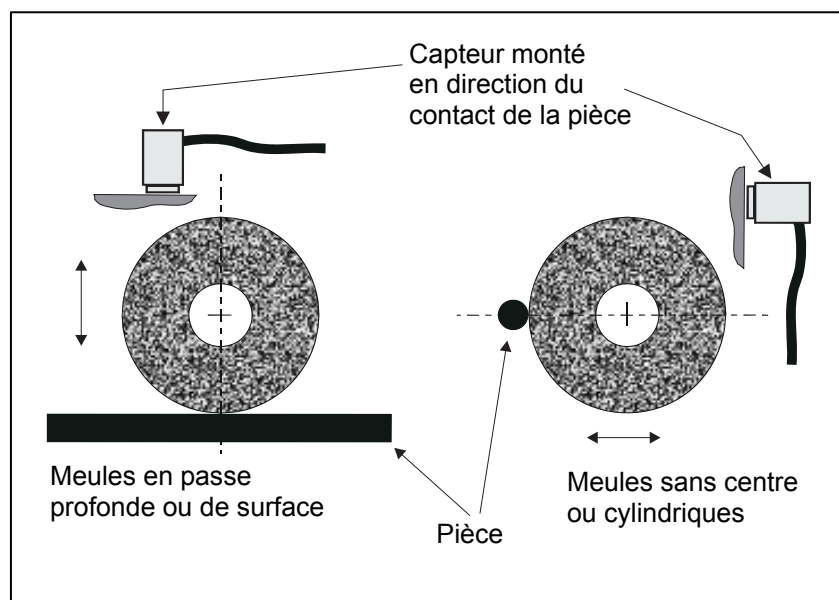

Figure 8
1. **Placez le capteur dans la même direction que la ligne centrale, entre la meule et la pièce.** Le meilleur endroit pour débuter est la surface aplatie en usine sur le boîtier de la broche, au-dessus du palier le plus proche de la roue et perpendiculaire à la ligne centrale de la broche (Figure 8). Une surface de fixation verticale est préférable pour la plupart des rectifieuses cylindriques, car le capteur est dans l'alignement de la meule et de la pièce. Pour cette même raison, sur les machines à meuler de surface et celles en passe profonde, une surface de montage horizontale convient généralement mieux. Bien que l'équilibreur lui-même puisse être monté sur la roue ou sur l'extrémité de la poulie, le capteur doit toujours être aligné avec l'extrémité de la roue de la machine.